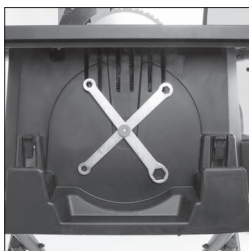

Abb. 51
**(Abb. 51)**. Lösen Sie die mittlere Flügelmutter und legen Sie die Werkzeuge zum Sägeblattwechsel auf den Metallflansch. Sichern Sie die Werkzeuge mit der mittleren Flügelmutter ab.